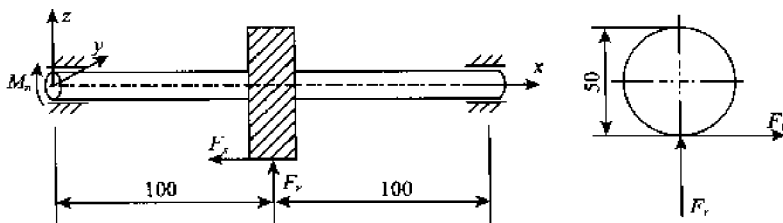

图 3-5
5. 一斜齿轮轴,其载荷及尺寸如图 3-5 所示。已知斜齿轮的轴向力 $F_x=650\text{N}$,径向力 $F_r=650\text{N}$,切向力 $F_t=1730\text{N}$,轴的许用应力 $[\sigma]=90\text{MPa}$,试按第三强度理论设计轴的直径 d 。(20 分)